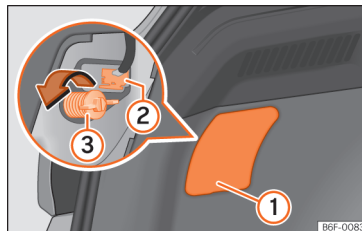
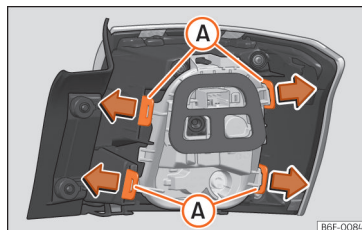

Fig. 170 Bagageira: acesso ao parafuso de fixação da unidade de luz traseira.
Fig. 171 Linguetas de fixação na parte posterior da unidade de luz traseira.
- Retire a tampa fazendo alavanca com o lado plano de uma chave de fendas no entalhe »» **Fig. 170 (1)**.
- Retire o conector da lâmpada (2).
- Desenrosque com a mão ou com a ajuda de uma chave de fendas o parafuso de fixação do farol (3).
- Desmonte o porta-lâmpadas desbloqueando as linguetas de fixação »» **Fig. 171 (A)**.